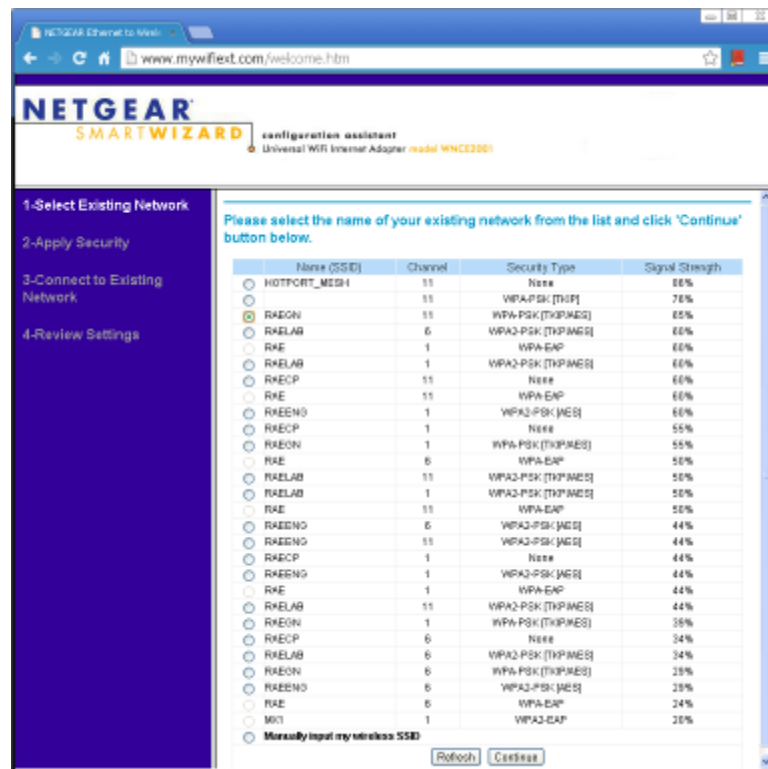
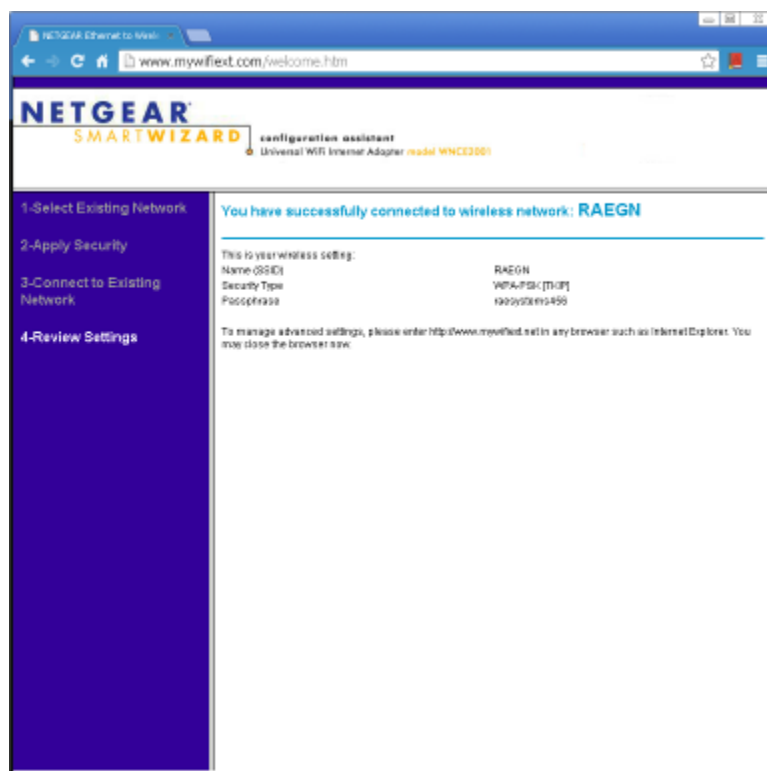

Figura 4. Selecione uma rede sem fio. (Este exemplo mostra todas as redes wireless disponíveis dentro deste alcance. Suas opções de escolha serão diferentes.)
Figura 6. Confirme se o adaptador de internet Wi-Fi conectou-se com sucesso à rede sem fio selecionada.
4. Certifique-se de que o computador não tenha nenhuma outra conexão Ethernet (com ou wireless), exceto a conexão ao Adaptador de Internet Wi-Fi. Abra um navegador no Windows. O menu de configuração do Adaptador de Internet Wi-Fi será exibido como na Figura 4 até a Figura 6. Observação: Você deve selecionar uma região. Depois clique no botão “Continue” (Continuar).
5. Seguindo o processo mostrado na Figura 4 até a Figura 6, selecione uma rede sem fio, insira a senha para a rede sem fio, e confirme as configurações/conexão.
9. Ative o Wi-Fi do computador e conecte o computador à mesma rede sem fio do Adaptador de Internet Wi-Fi. (Neste exemplo, a rede sem fio usada é RAEGN como mostrado na Figura 4).
a. Manualmente. Abra as Propriedades de Protocolo de Internet (TCP/IP) da porta (wireless) do computador. Manualmente defina o endereço de IP, a máscara de sub-rede e o gateway padrão como mostrado na Figura 4 para se conectar ao AutoRAE 2, que está com o DHCP desativado.